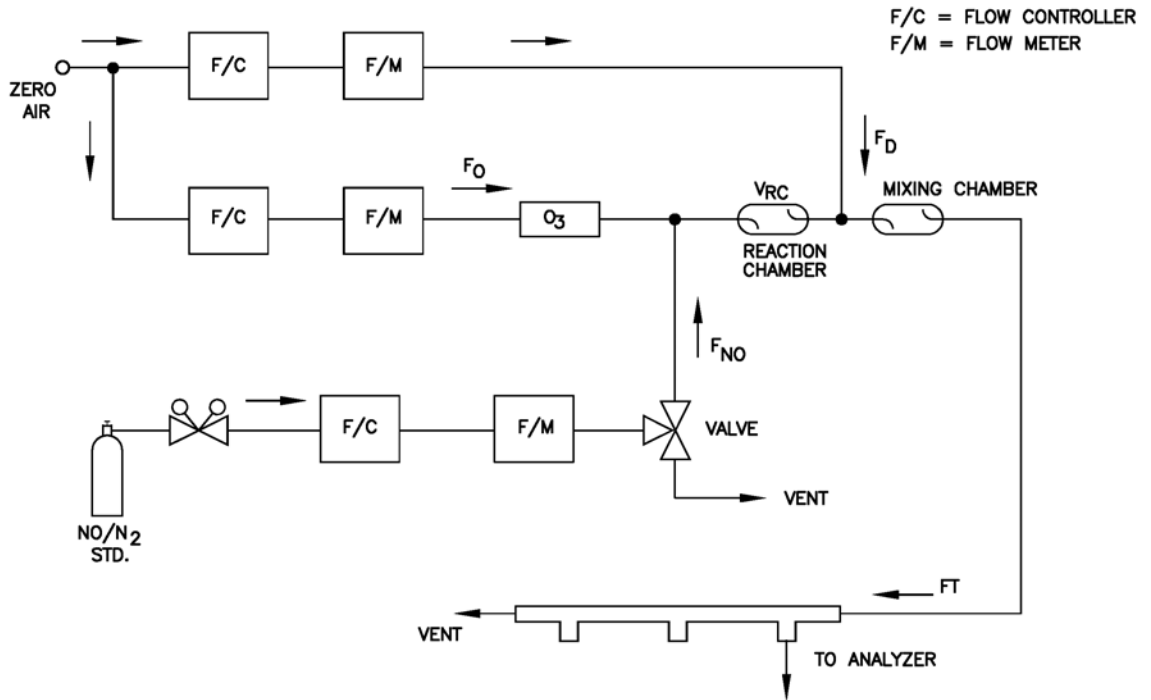

Abb. 4-1. GPT System
Ein Gasphasen-Titriergerät (GPT), wie beispielsweise das Thermo Electron Gerät Modellreihe 146 - Mehrfachgas-Kalibriersystem, wird zur Erzeugung von NO_2 Konzentrationen aus NO Konzentrationen verwendet. Abb. 4-1 zeigt die vorgeschlagene Anordnung der Komponententeile eines Gasphasen-Titriergerätes.
1. Bauen Sie ein dynamisches Kalibriersystem auf, das dem entspricht wie in Abb. 4-1 gezeigt.